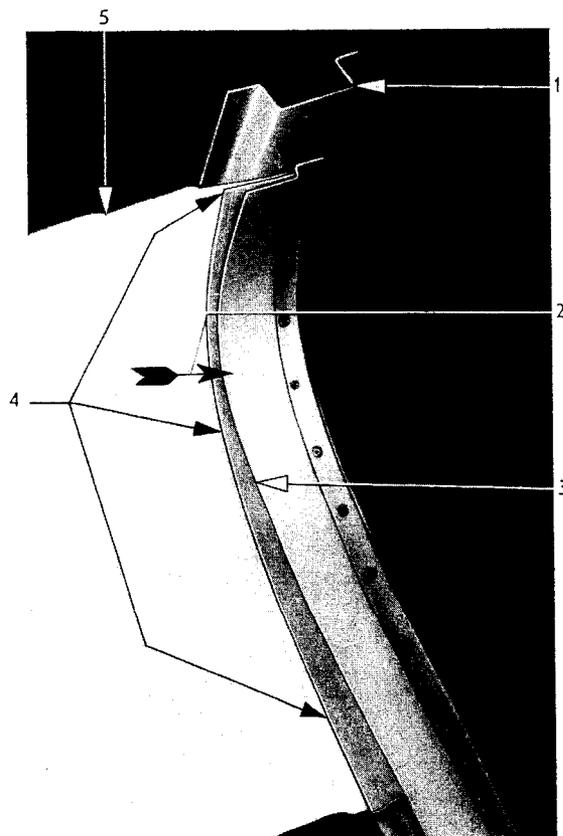

Bild 210 - Himmel mit aufgenähtem Pappstreifen in hinteren Dachspriegel einschieben - Caravan
6. **Beim Caravan** zunächst Himmel mit dem aufgenähten Pappstreifen (209/2) in den hinteren, beiderseits am Dachrahmen angeschweißten Dachspriegel einschieben (Bild 210). Dabei muß der auf die Rückseite des Himmels aufgenähte Pappstreifen nach unten, d. h. in Richtung Karosserie-Innenraum zeigen.